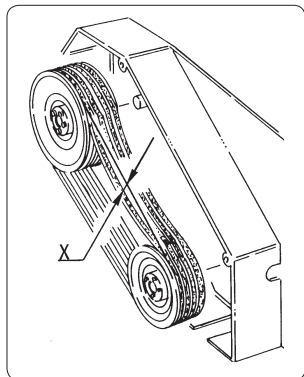

fig. 7.8.1
**7.8 - Regolazione tensionamento delle cinghie (fig. 7.8.1 e 7.8.2)**
**7.8 - Belt tension adjustment (fig. 7.8.1 and 7.8.2)**